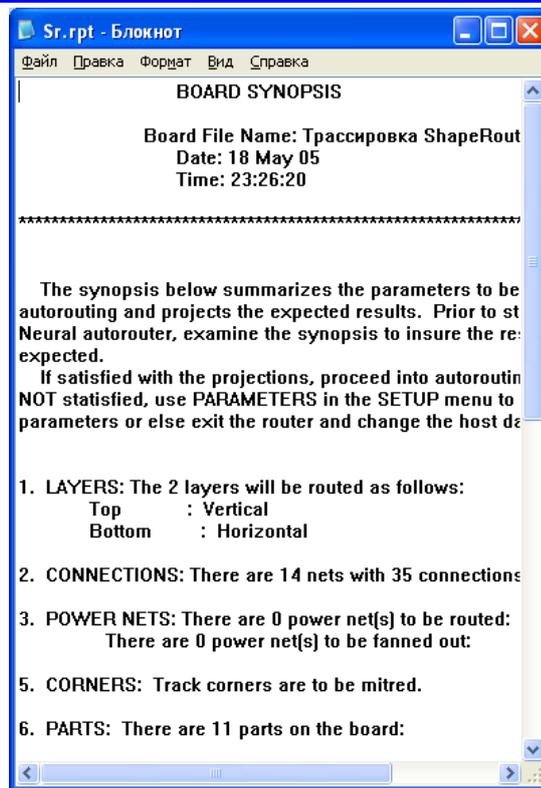

Рисунок 3.21 – Просмотр статистических данных на проектируемую ПП
- До начала трассировки командами **Reports/Pre-Route Synopsis** просмотреть статистические данные на проектируемую ПП (рис. 3.21). Здесь можно получить информацию о параметрах используемой стратегии трассировки, количестве разводимых цепей и компонентов в проекте, плотности размещения и т.д.